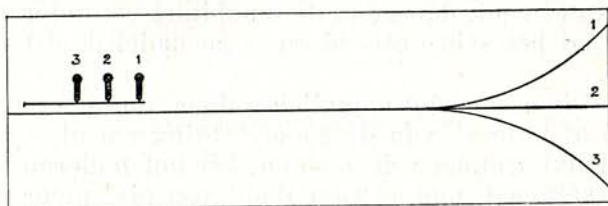

Fig. 52.
VOORBEELD : Voor een vertakking met 3 sporen (fig. 52), komt de bovenarm (1) overeen met het linkerspoor; de middelarm (2) met het middel-spoor; de onderarm (3) met het rechterspoor.